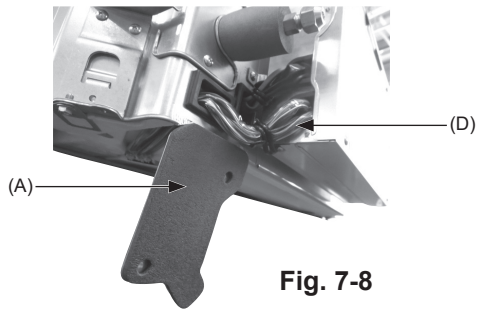

Fig. 7-8
- (1) Avlägsna de två skruvarna som håller kabelskyddet på huvudenheten och öppna skyddet.
- (2) Dra kablarna från i-see-Sensorn och signalmottagaren genom kabelinloppen i elkomponentlådan som visas på bilden och genom dragavlastningen i huvudenheten. (Fig. 7-8)